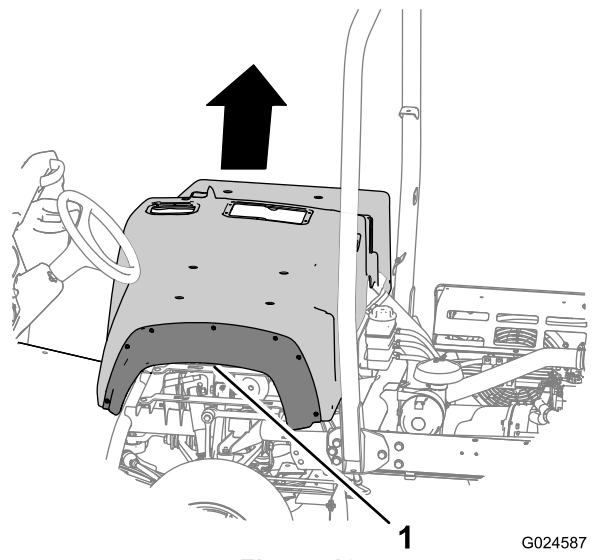

Figura 13
3. Levante la moldura del asiento y retírela de la máquina (Figura 13).